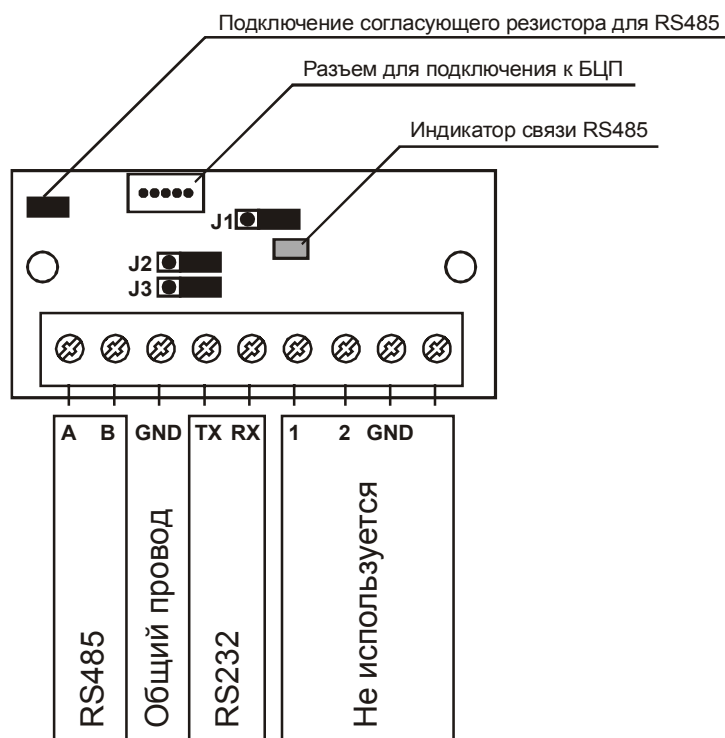

Рис. 22 Внешний вид БИ-01
БИ-01 представляет из себя плату, предназначенную для установки внутри корпуса БЦП (Рис. 22).
- Если БЦП является последним устройством в линии связи, установить перемычку, подключающую согласующий резистор (Рис. 22)